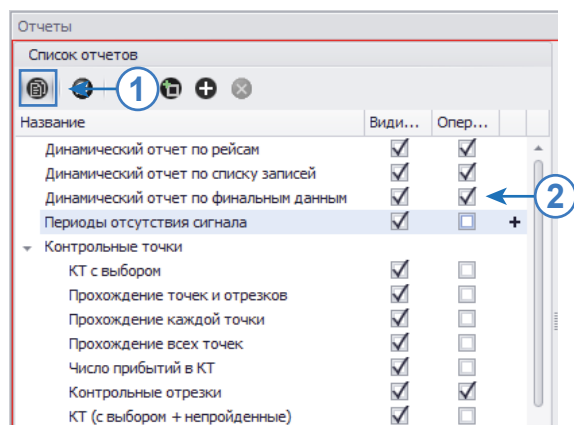
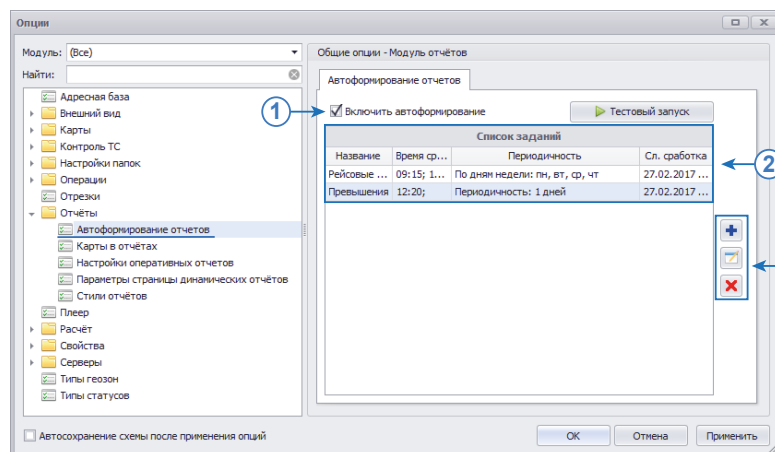

Рис.11. Включение настройки «Оперативный» отчета.
Рис.16. Расписание отчетов.
Оперативные отчеты формируются на основе шаблонных и динамических отчетов программы «АвтоГРАФ 5 ПРО». Нужные шаблоны и отчеты должны быть добавлены в список оперативных. Для этого необходимо перейти в модуль «Отчеты», нажать кнопку «Режим редактирования» (Рис.11, п.1) и для нужных отчетов включить настройку «Оперативный» (Рис.11, п.2).
- на панели «Оперативные отчеты» выбрать отчет для построения (Рис.11, п.1). В этом списке доступны отчеты, настроенные как оперативные в Модуле отчетов;
- разрешить опцию «Разбивать на рейсы» для того, чтобы включить в отчет информацию по отдельным рейсам (Рис.11, п.2);
- разрешить опцию «Показывать карты» для того, чтобы добавлять в отчет карту с положением ТС (Рис.11, п.3);
Для возможности создания расписания отчетов необходимо включить опцию «Включить автоформирование» (Рис.16, п.1). После этого станет доступным список автоматических отчетов (Рис.16, п.2). Если опция «Включить автоформирование» отключена, то программа не будет автоматически создавать отчеты по расписанию.
Кнопки справа (Рис.16, п.2) предназначены для создания новых, редактирования и удаления существующих заданий.
Для создания нового задания необходимо нажать кнопку «Добавить задание» (Рис.16, п.2). Появится меню «Добавление нового задания» (Рис.11). Для создания нового задания необходимо корректно заполнить поля в этом меню.